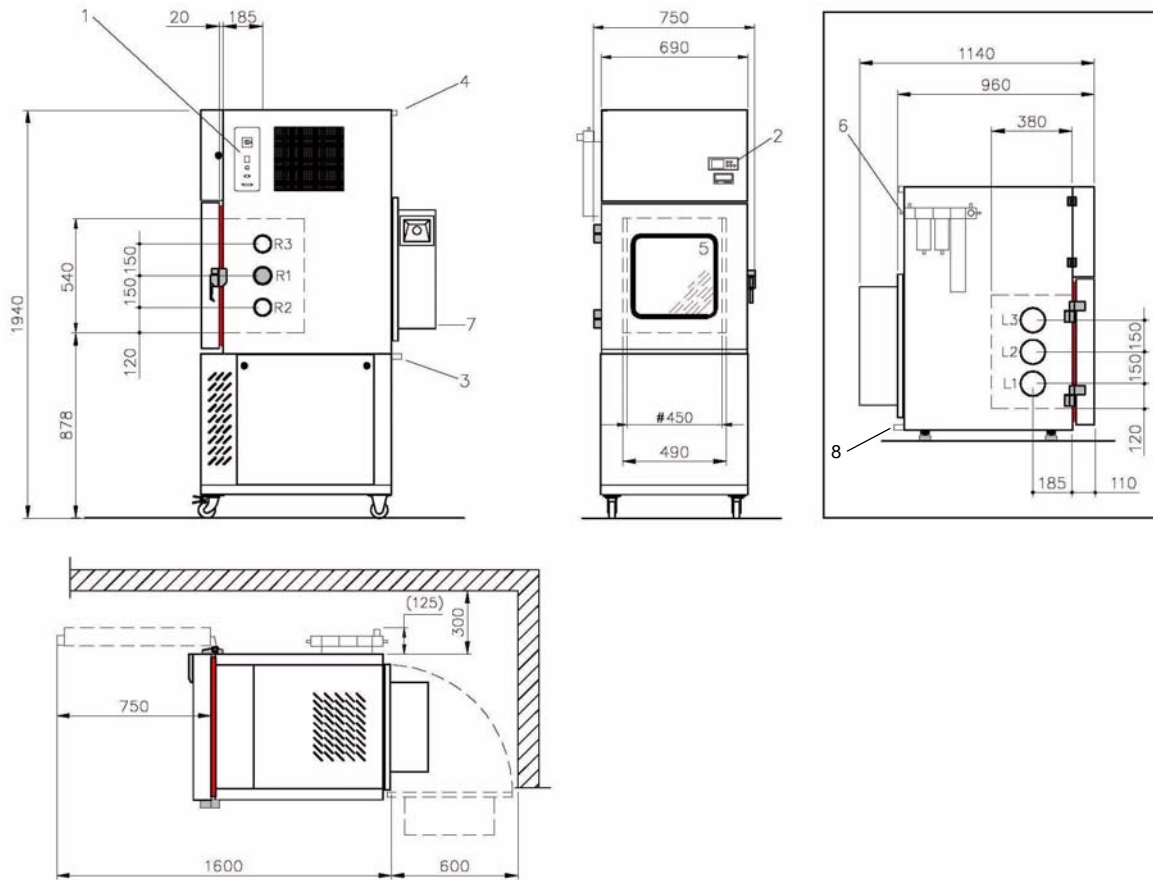

Abb. 4-3
- *Abb. 4-3 Aufstellplan für Prüfschränke mit 100 l (Seite 22)*